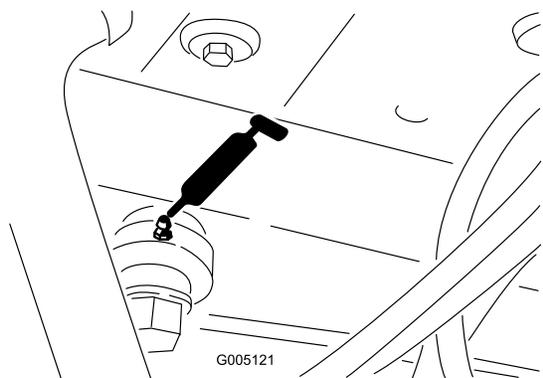

Figura 39
- Estremità del cilindro sterzante (Figura 39)